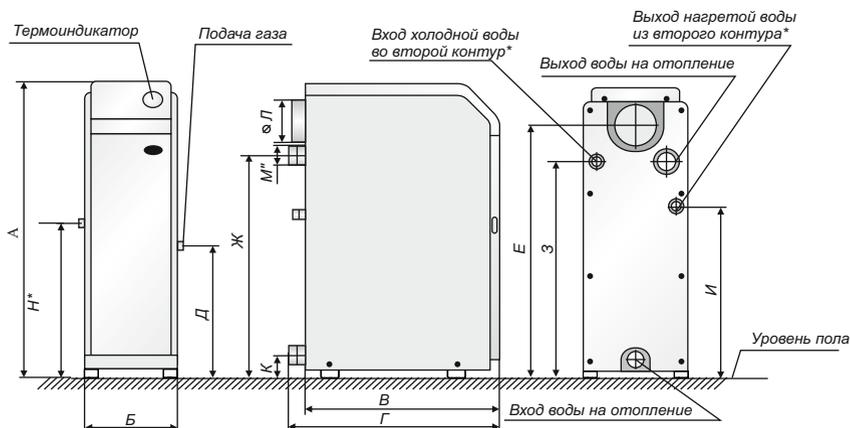
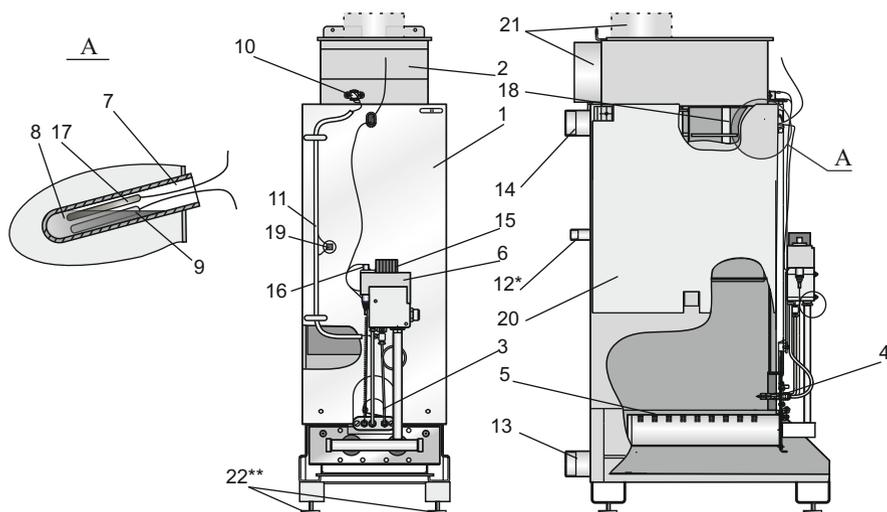

Рис. 1. Общий вид котла "Житомир-3"
Рис. 2. Схема конструкции котла "Житомир-3"
5.1. Котёл, рис.1 выполнен в виде напольного шкафа прямоугольной формы, лицевая сторона которого закрыта дверкой, обеспечивающей доступ для запуска котла и управления его работой.
Котёл состоит из следующих основных частей: корпуса котла поз.1 рис.2, который состоит из толки и теплообменника. В теплообменнике котла установлены турбулизаторы поз.18 для наиболее полного отбора тепла при сжигании природного газа и передачи его теплоносителю; газохода поз.2; горелок: основной поз.5 и запальной поз.4; автоматики безопасности с газовым клапаном поз.6; патрубков подвода поз.13 и отвода теплоносителя поз.14. В котлах с встроенным водонагревателем предусмотрены присоединительные патрубки поз.12. На лицевой части корпуса котла расположено смотровое окно поз.3 для контроля за розжигом и работой котла. В стаканчик поз.7 установлен баллон термоиндикатора поз.17 и термобаллон поз.9 газового клапана, служащий для управления его работой. Термостат (датчик тяги) поз.10 служит для обеспечения его безопасной работы. Для наиболее полного отбора тепла снаружи корпус котла покрыт теплоизоляцией и декоративным стальным кожухом, покрытым порошковой эмалью. В верхней части кожуха котла установлен термоиндикатор для контроля температуры воды в котле, рис.1.
Рис. 2а. Схема конструкции котла "Житомир-3" модели КС-Г-080СН, КС-ГВ-080СН
6.8. При установке котла в систему отопления с открытым расширительным сосудом установка датчика перегрева (п. 19, рис.2) не требуется, при условии, что отказ термостата управления не вызывает опасную ситуацию для пользователя или повреждение котла (ГОСТ Р 51733-2001).